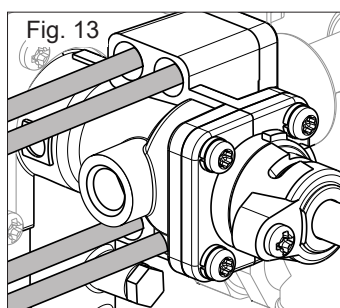

Fig. 13
- Svitare le 4 viti indicate in fig. 13